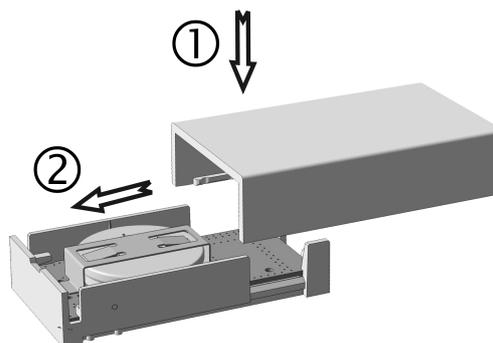

Bild 6: Gehäuse schließen
- Gehäusedeckel wieder aufsetzen und Gehäuse zusammenschieben bis es einrastet (Bild 6).